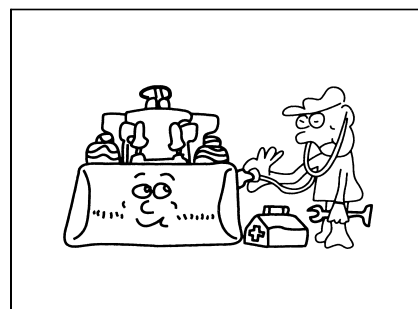

Рис. 1-32
- Очистить смазку от подлокотников и ступенек, очистить загрязнение от туфель, чтобы оператор не упал при подъеме на погрузчик и они не влияли на работу. (Рис. 1-32)